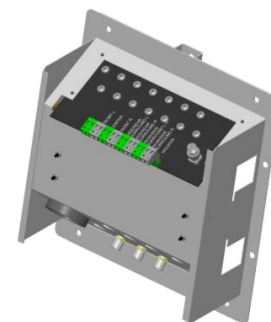

Figura 2
- A. En la ubicación del HECC, hale los cables RG6QS y de bocinas a través de la abertura en la pared que se cortó para el HECC. Termine los cables RG6QS con conectores "F" y sujete a los conectores apropiados para servicio de TV distribuido y servicio de sub-woofer. Los cables de bocinas del sistema de sonido envolvente deben terminarse en los bornes de tornillo en la parte trasera del HECC de acuerdo con las ubicaciones de bocina apropiadas (5.1, 6.1, 7.1) según se indica en el HECC (ver **Figura 2**).
- D. Si se utiliza un módulo de audio de 6 habitaciones, termine los cables de bocina procedentes de los controles de volumen de igualación de impedancia en los bornes de tornillo en la parte trasera del HECC (ver la **Figura 2**).